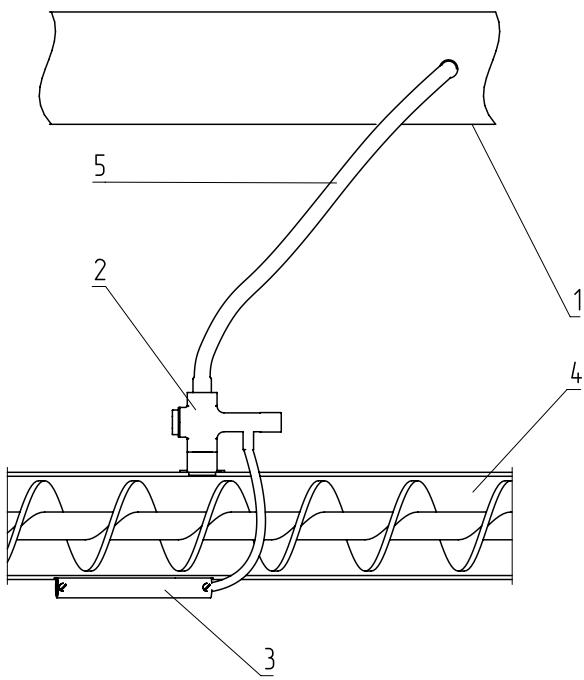

Рис.7 Система охлаждения топливопровода
5.6.10. Узел системы охлаждения топливопровода (Рис.7) состоит из терmostатического клапана (Рис.7 поз.2) к которому подключается шланг (Рис.7 поз.5), ведущий к водопроводу (Рис.7 поз.1). Терmostатический клапан имеет термобаллон (Рис.7 поз.3), который устанавливается в специальную гильзу на механизме подачи топлива. При нагреве газ внутри баллона расширяется и открывает клапан, через который вода из трубопровода поступает в механизм подачи.